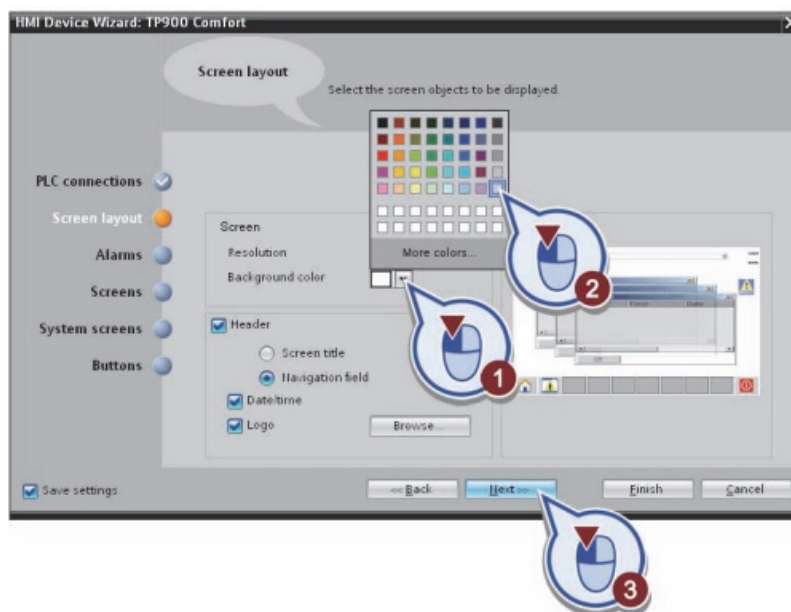

Рис. 1.29. Выбор цвета фона экрана
– выберите цвет фона для экранов HMI (откройте цветовую палитру; выберите белый цвет; затем откройте следующее диалоговое окно нажатием «Next») (рис. 1.29);